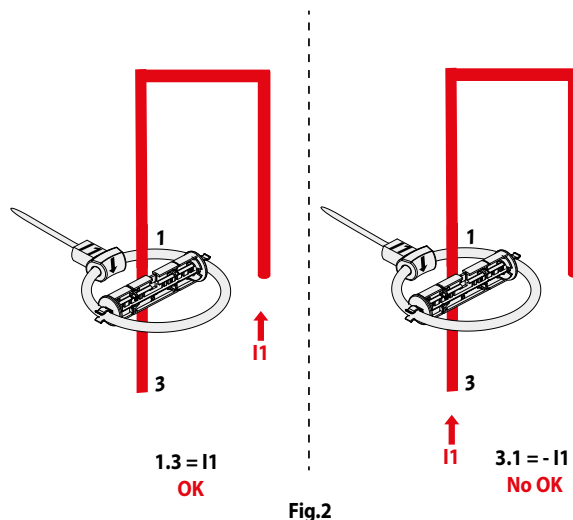

Fig.2
1.3 indica anche il verso corretto della corrente, nel caso venisse indicato **3.1** significherebbe che la corrente I1 ha il verso sbagliato, come indicato in Fig.2
1.3 also indicates the correct direction of the current, in the case if **3.1** was indicated it would mean that the current I1 has the wrong direction, as shown in Fig. 2
1.3 indique également la direction correcte du courant, dans le cas si 3.1 était indiqué, cela signifierait que le courant I1 a le mauvaise direction, comme indiqué sur la Fig.2
Wenn **3.1** angezeigt würde, würde dies bedeuten, dass der Strom I1 die hat falsche Richtung, wie in Fig.2
1.3 también indica la dirección correcta de la corriente, en el caso si se indicó **3.1** significaría que el I1 actual tiene el dirección incorrecta, como se muestra en la Fig. 2